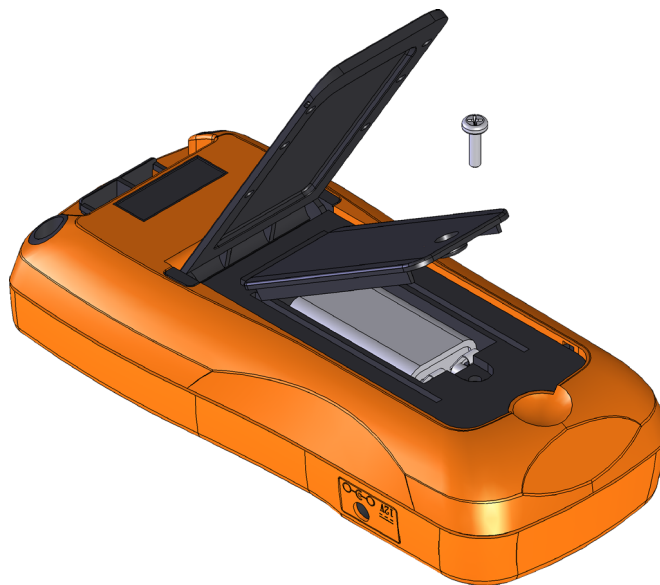

Figura 1-1 Installazione delle batterie
- 1 Aprire il coperchio delle batterie.** Sollevare il supporto inclinato. Con un cacciavite adatto Phillips, svitare e rimuovere il coperchio della batteria come nella **Figura 1-1**.